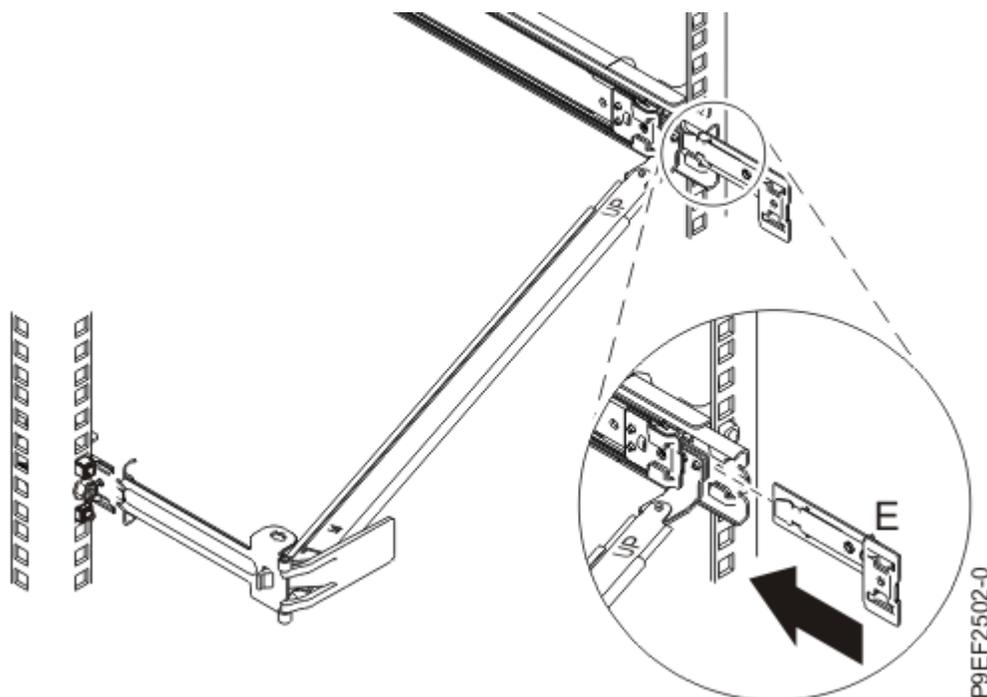

Figure 12. Installation du support d'extension dans la glissière
5. Poussez le support d'extension (**E**) dans la glissière de droite jusqu'à ce que la broche à ressort se mette en place. Pour plus de détails, voir Figure 12, à la page 13.